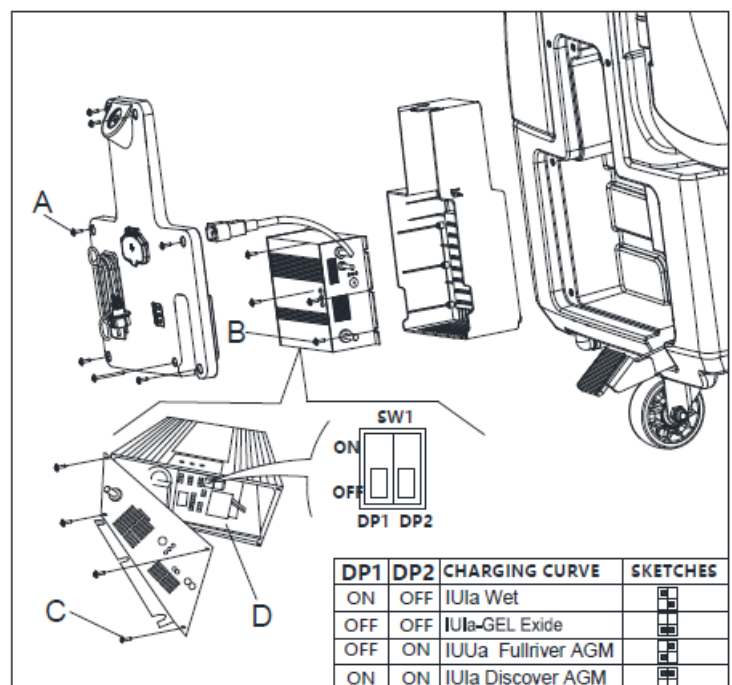

Figura 6
11. Ajuste DP1 y DP2 según la tabla de la figura 6.
12. Coloque los tornillos (A,B,C, Figura 6) después de la configuración.